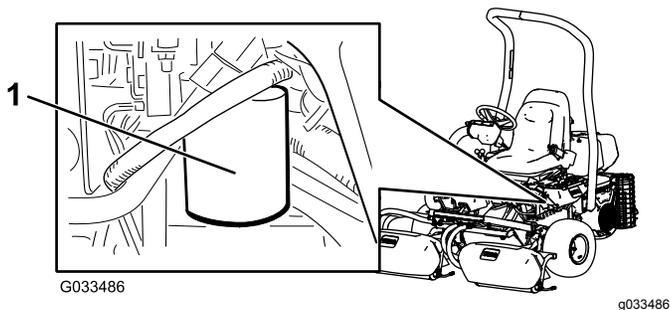

図 52
1. 左フィルタ取り付け部周辺をウェスできれいにぬぐう 図 52。フィルタの下に廃油受けを置いてフィルタを外す。